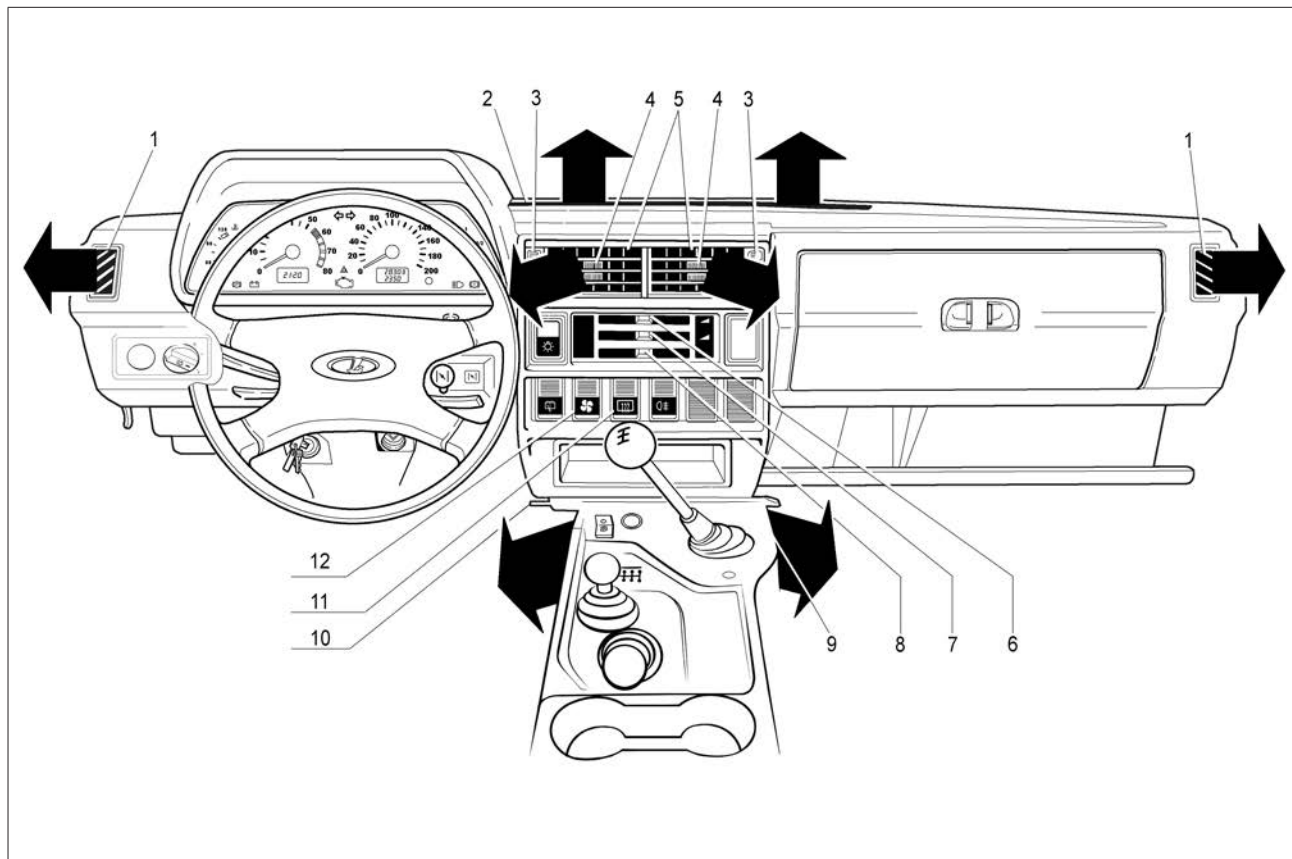

Рис. 23. Органы управления вентиляцией и отоплением салона
- через сопла **2** (рис. 23) обдува ветрового стекла, если передвинуть вправо распределительный рычаг **8** и рычаг **7** управления крышкой люка воздухопритока;